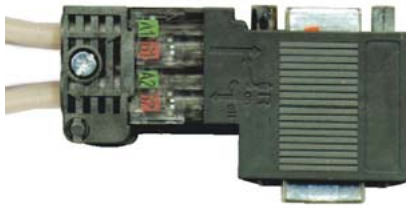

Bild 2.2: Busstecker mit eingebautem (de-)aktivierbarem Busabschluss
1. Nehmen Sie den Busstecker am Master ab (siehe Bild 2.2 auf Seite 14).